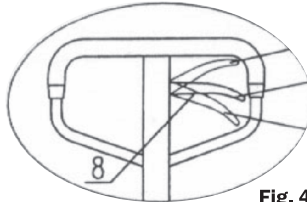

Fig. 4
1-2. Colocar el tubo manilla (fig.4) en la posición A, y adaptar nuevamente el bulón (2) sujetándolo con su pasador. Luego quitar el pasador (1) que la máquina lleva de forma provisional, para sujetar el muelle cuerpo de la bomba para el transporte.